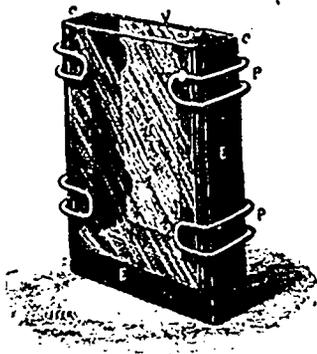

Fig. 3. Cuve à mercure pour la photographie des couleurs.
M. Lippmann, après avoir essayé sans succès l'argent et la platine, a fini par employer le mercure. Ce métal, à la fois liquide et brillant, est coulé dans une petite cuve (fig. 3) à bords de caoutchouc, dont la glace sensible forme la face antérieure; la cuve et sont serrées l'une contre l'autre par deux petites pinces en cuivre, comme le montre la figure. Dans ces conditions, la couche sensible et transparente, tournée vers l'intérieur de la cuve, se trouve adossée à un véritable miroir métallique constituée par le mercure; quand la pose est terminée, on vide la cuve, on enlève les pinces, et la glace étant redevenue libre, on peut